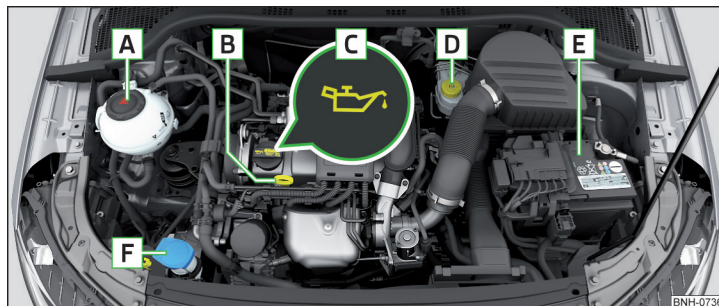

Fig. 231 Exemplu de dispunere în compartimentul motor
- ▶ Deșurubați capacul orificiului de umplere cu ulei  » fig. 231 la pagina 204.